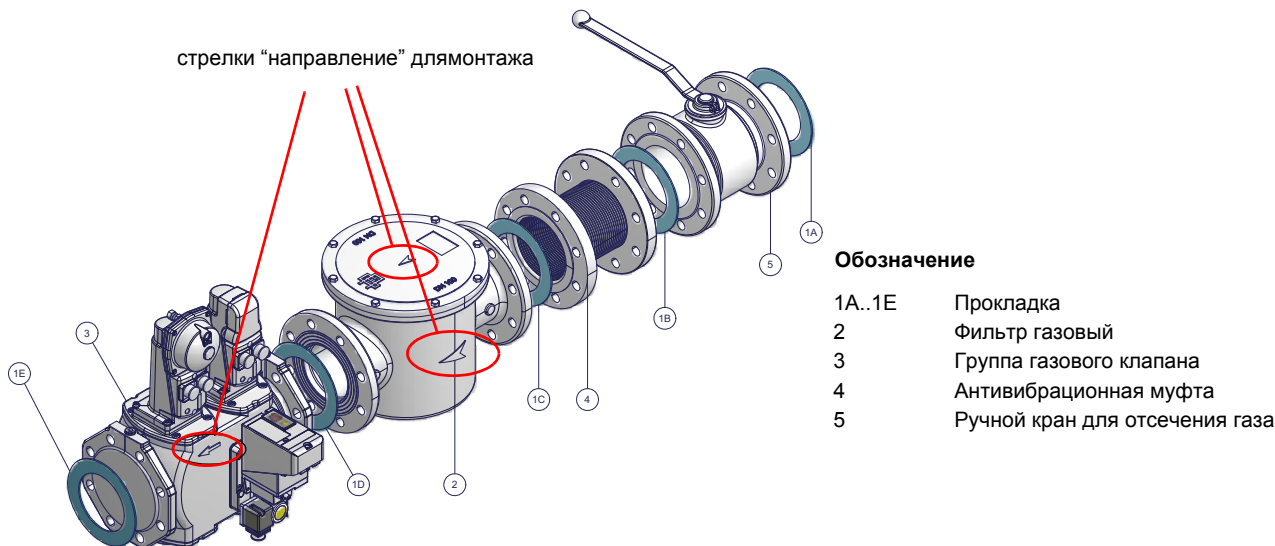

Рис. 4 - Пример газовой раампы
- 1 - б) при фланцевых соединениях: между соседними компонентами устанавливать прокладку (1A..1E - Рис. 4), совместимую с используемым газом,
**ВНИМАНИЕ:** после монтажа газовой раампы согласно схеме на Рис. 4, необходимо провести тестирование на герметичность газового контура, согласно требований действующих нормативов.
**ВНИМАНИЕ:** после монтажа газовой рампы согласно схеме на Рис. 4, необходимо провести тестирование на герметичность газового контура, согласно требований действующих нормативов.